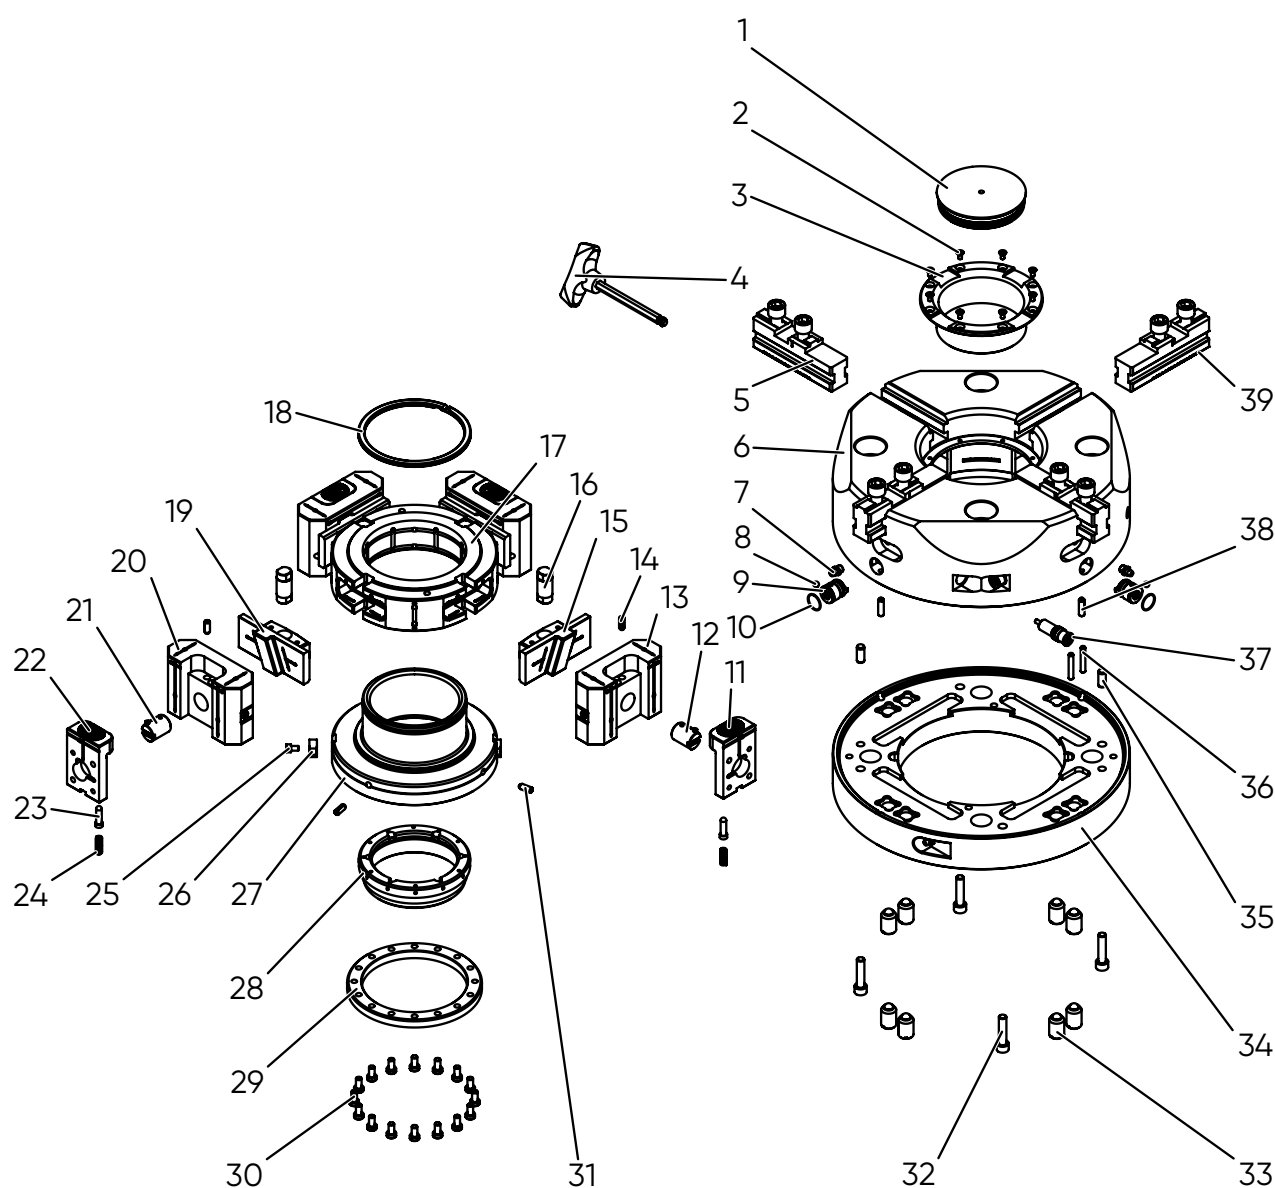

Fig. 8-1 : Montage des mors rapportés
- Étape 1** Recherchez la pièce de rechange souhaitée dans la fig. 8-1 [... ▶ 54].